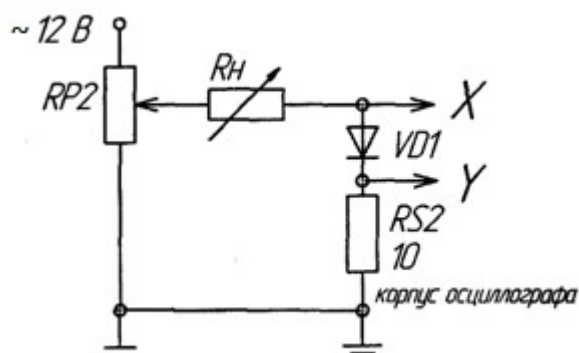

Рис. 3. Схема получения осциллограммы ВАХ диодов.
3.4. Собрать схему для получения ВАХ диода на экране осциллографа. Исследование выпрямительного диода выполняется на переменном токе в соответствии со схемой рис. 3 (подключить $RP2$ к источнику «~12 В»). Вход Y (CH2) осциллографа подключить к шунту $RS2$, а корпус (землю) осциллографа ($\perp$) соединить с общим проводом ($\perp$). Вход X (CH1) осциллографа подключить к аноду диода. Переключить осциллограф в двухкоординатный режим X/Y. Светящуюся точку на экране осциллографа поместить в начало координат. Зафиксировать (зарисовать) ВАХ диода, определить масштабы по току и напряжению.